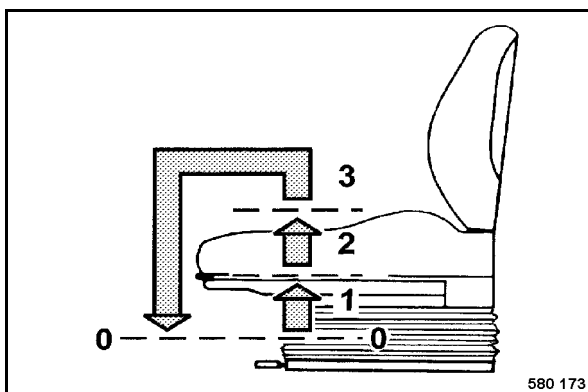

fig. 72
- Soulever le siège (fig. 72) pour régler la hauteur et le laisser enclencher dans la position désirée.